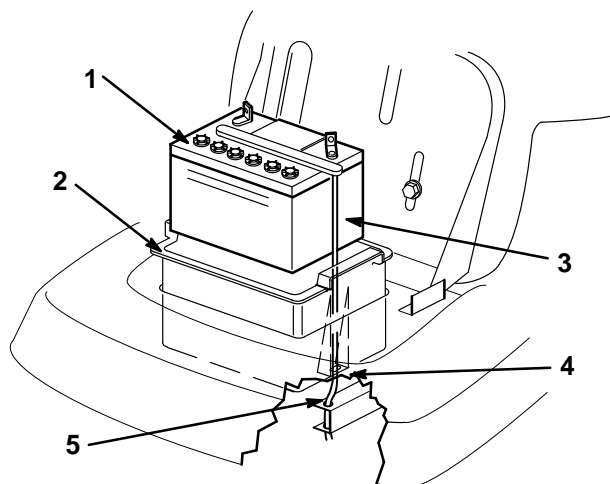

Figure 20
5. Retirer du châssis le bac à batterie, la batterie et le long tuyau d'aération (Fig. 20).
1. Placer la batterie dans le bac à batterie et faire passer le long tuyau d'aération dans la gouttière en ressortant par la fente au fond du bac (Fig. 20).
**IMPORTANT : Si l'on regarde dans la découpe du châssis destinée à recevoir le bac à batterie, on peut voir deux trous à l'extrémité de l'élément de droite du cadre (Fig. 20). Le long tuyau d'aération de la batterie doit toujours passer dans ces trous pour éviter que l'acide de la batterie ne corrode le tracteur et la tondeuse.**
2. Placer le bac à batterie et la batterie dans le châssis (Fig. 20). Veiller à faire passer l'extrémité du tuyau d'aération dans les trous du cadre (Fig. 20).